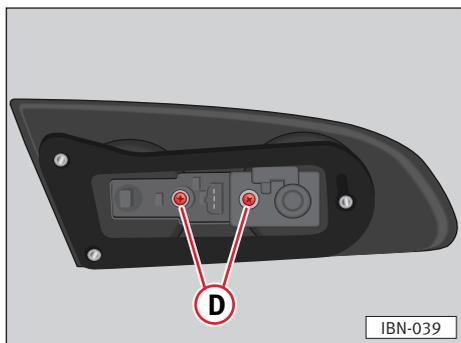

Fig. 162
- Svitare le viti ⇒ fig. 162 (D) ed estrarre il portalamпада.